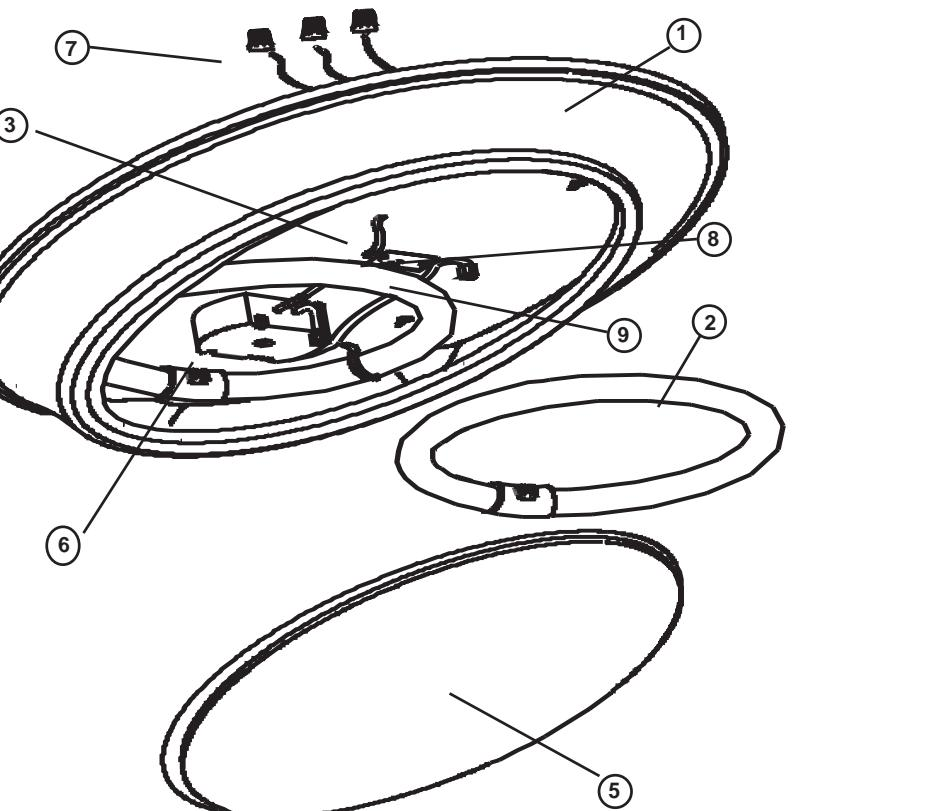

Figure 1
- Carefully remove fixture components and parts pack(s). Check that all parts are included. See Fig. 1.
- Saque con cuidado los componentes del luminario y el (los) paquete (s) de piezas. Verifique que todas piezas estén incluidas. Vea Fig. 1.